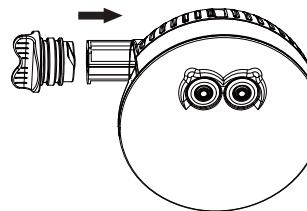

Рис. 3
- Zainstaluj pojemnik na baterie (2) na oświetleniu ledowym zgodnie z orientacją (see Fig 3).
3. Установите отсек с батарейками (2) в корпус светодиодной лампы в соответствии с направлением (См. рис. 3).